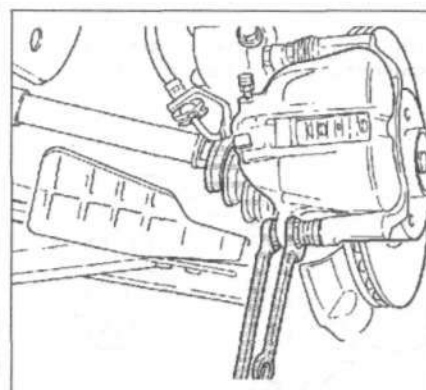

Рис. 11.17. Открутите нижний болт крепления тормозного суппорта.
1. Открутите нижний болт крепления тормозного суппорта (рис. 11.17). Вставьте блокировочный палец.